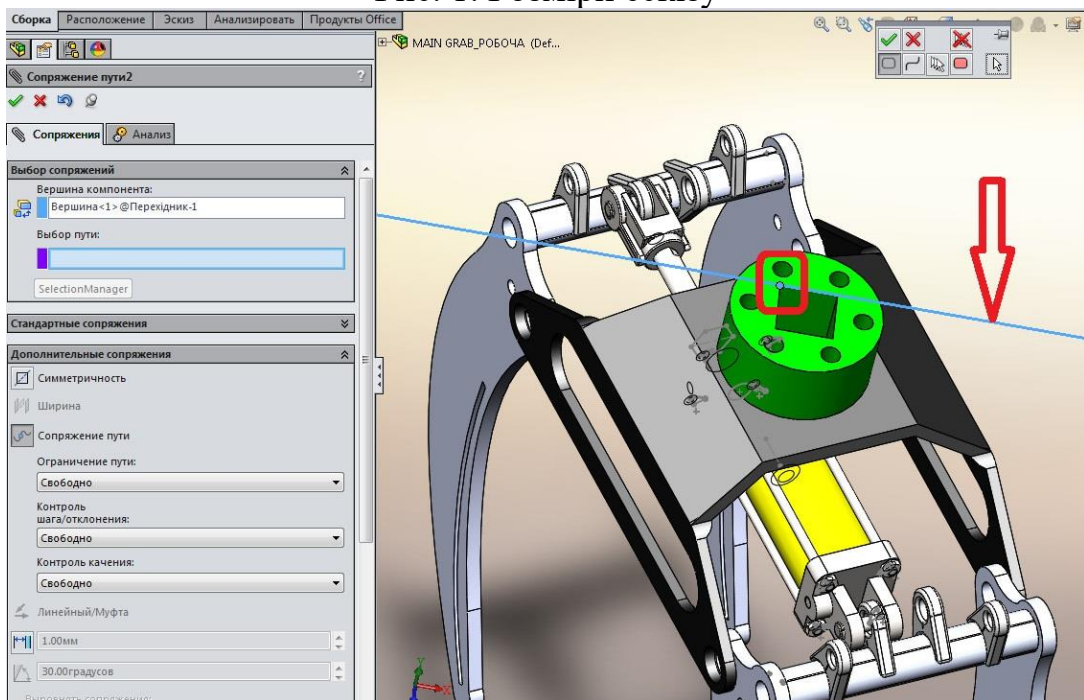

Рис.2. Створення спряження шляху
- a. У полі **Вершина компонента** виберіть вершину компонента для приєднання до шляху, як це показано на рис.2.
- b. У полі **Вибір шляху** виберіть криву ескізу за допомогою **Selectionmanager**, як це показано на рис.2.